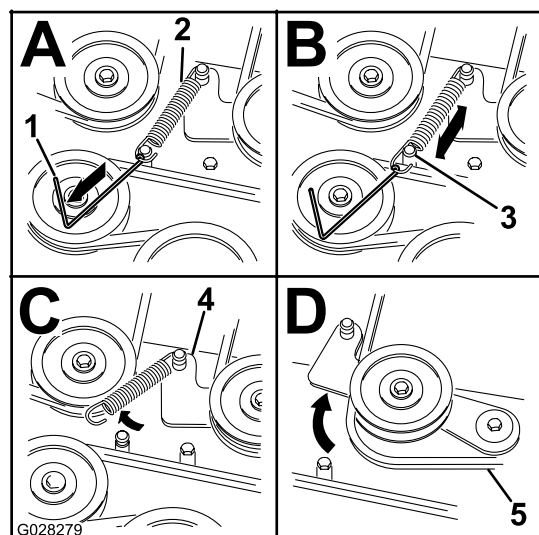

図 64
8. スプリング付きのアイドルプーリのスプリングの張力を解除する 図 64を参照。
**注** スプリング取り外し工具Toro P/N 92-5771を使って、デッキからスプリングを外す 図 64。